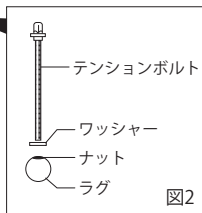

図2
2. フープにテンションボルト(R)を通し、ラグのラグナットにネジ込みます(図2)。